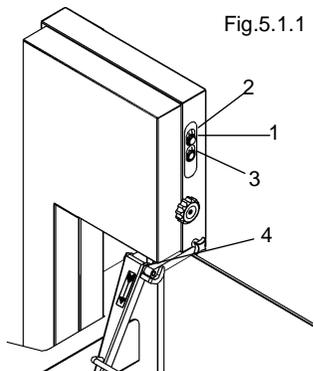

Fig.5.1.1
- Appuyer sur le bouton "1" de mise en route, et immédiatement après appuyer sur le bouton "3" d'arrêt et vérifier le sens de rotation de la lame. Le sens de rotation doit être équivalent à celui indiqué par la flèche "4" de la Fig. 5.1.1, c'est-à-dire vers la table de travail. Si le sens de rotation est inverse, débrancher l'interrupteur différentiel en le plaçant sur la position "0". De cette façon, on a débranché l'installation électrique. Inverser deux fils de courant dans la fiche et répéter la procédure de contrôle effectuée précédemment (par. 5.1).